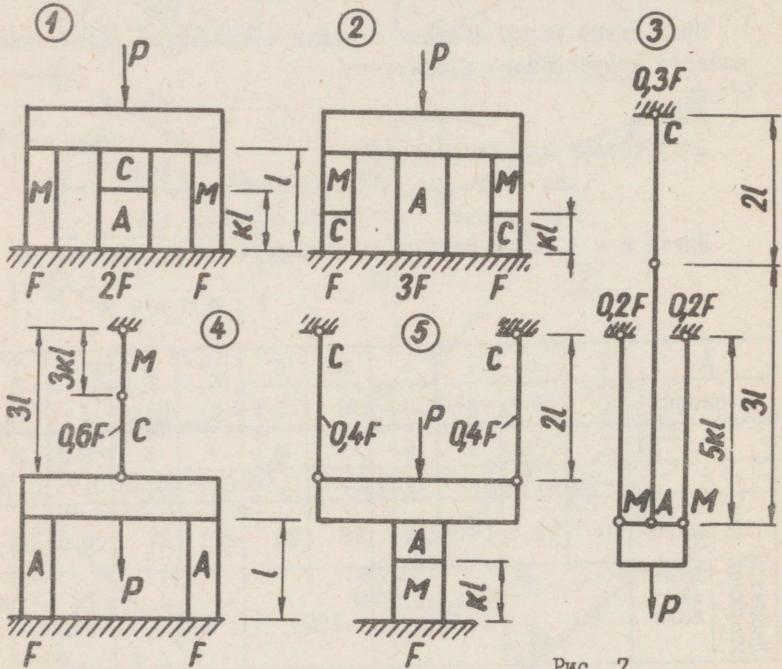

Рис. 7.
Сила $P = 5 T$ приложена к жесткой плите (рис. 7), опирающейся на стержни из стали (C), меди (M) и алюминия (A).